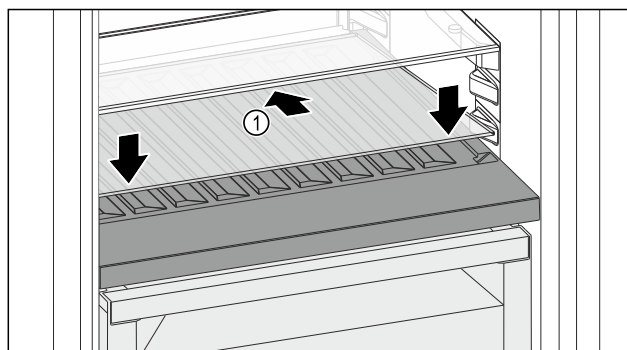

Fig. 149
- ▶ Posizionare il ripiano di vetro Fig. 149 (1) inclinato indietro e verso il basso.
- ▶ Abbassare la parte anteriore del ripiano di vetro Fig. 149 (1).